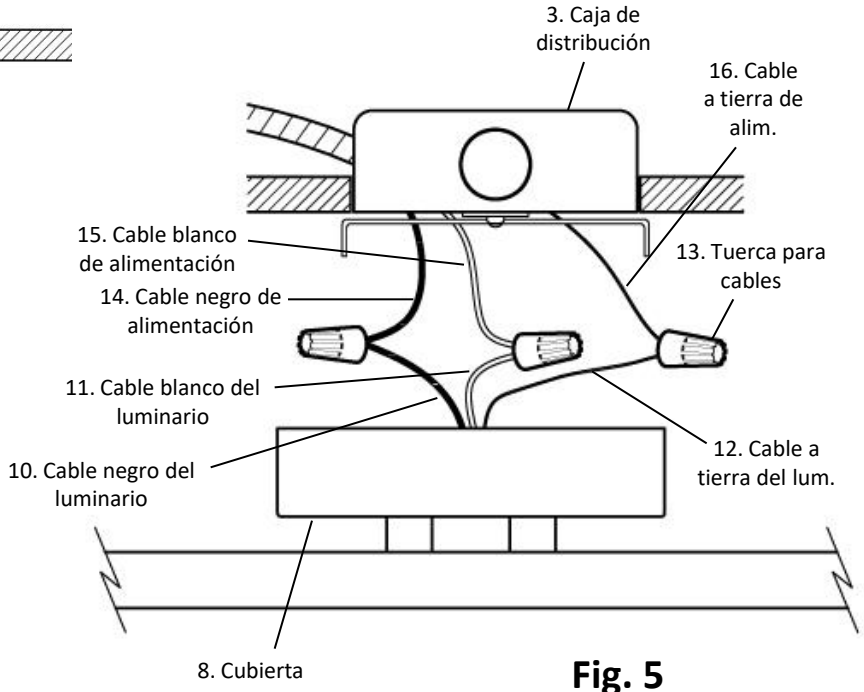

Fig. 5
5. Conecte el cable negro de alimentación (#14) con el cable negro del luminario (#10) y el cable blanco de alimentación (#15) con el cable blanco del luminario (#11) utilizando las tuercas para cables (#13). Conecte el cable a tierra del luminario (#12) con el cable a tierra de alimentación (#16) con una tuerca para cables (#13). Envuelva todas las conexiones de cables con cinta de aislar para una conexión más segura. (Fig. 5) Nota: Si tiene preguntas con respecto a las conexiones eléctricas, consulte el código eléctrico local para los métodos aprobados para las de conexiones a tierra.